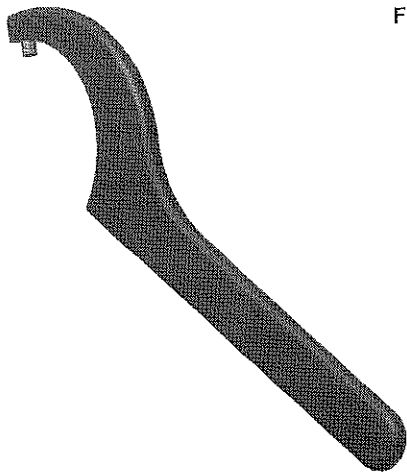

Figura 30
8. Chave de gancho de 3 polegadas 177251, 1 unidade; consulte a Figura 30.